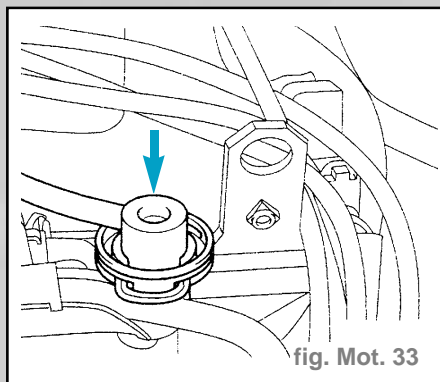

fig. Mot. 33
- débrancher le flexible de décompression du régulateur de pression du carburant. La pression du carburant doit monter à environ **4,0 bar** (fig. Mot. 33).